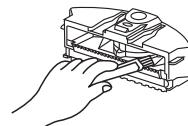

Рис. 1
- Сначала вытряхните пыль и затем прочистите его сухой щеткой. (См. рис. 1)